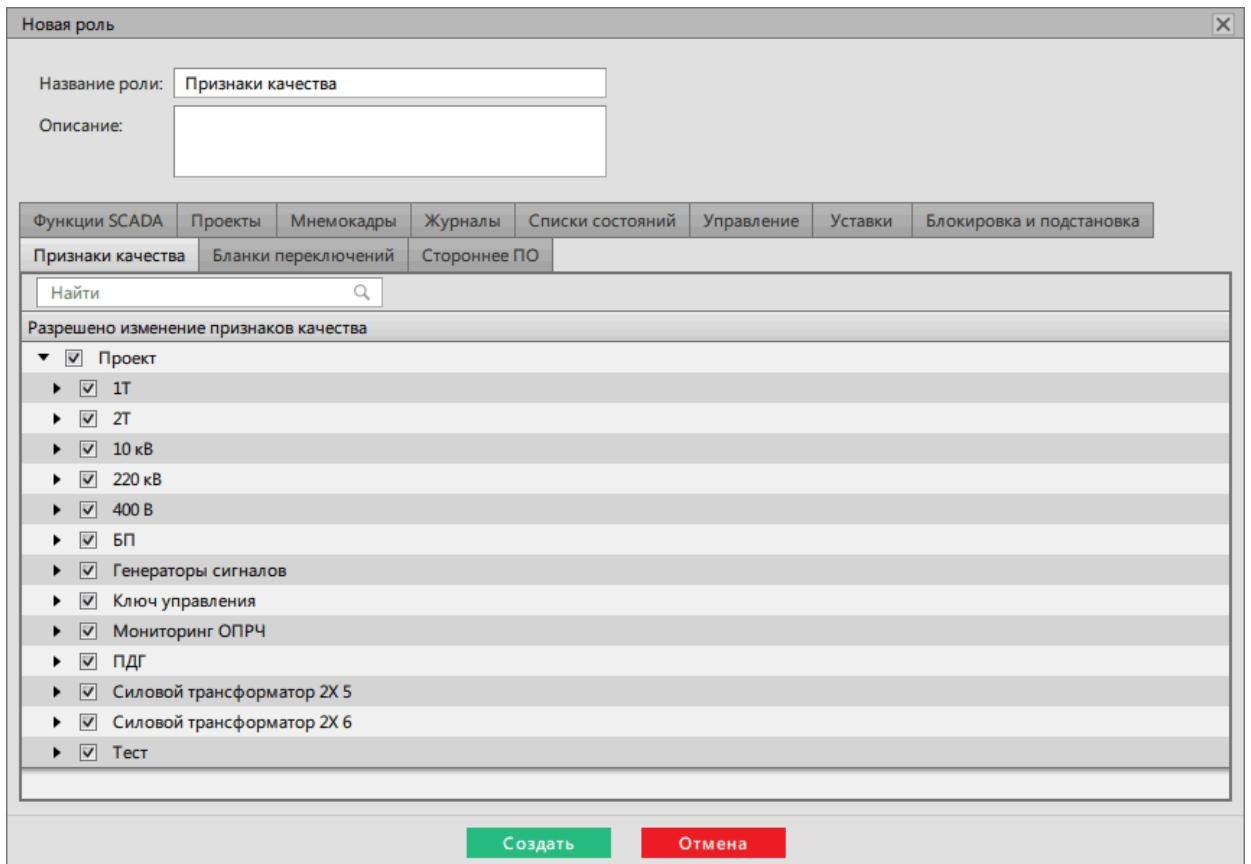

Рисунок 452 - Создание роли
4. Перейдите на вкладку Роли. Создайте роль, в которой на вкладке **Признаки качества** дайте права для изменения признаков качества сигналам проекта (Рисунок 452).